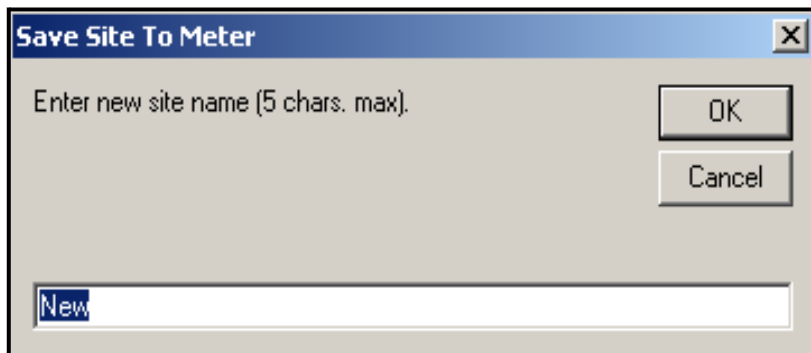

Figura 53: Finestra di inserimento del nome del sito
2. Si apre una finestra simile a quella della Figura 53. Inserire il nome desiderato e fate clic su [OK].